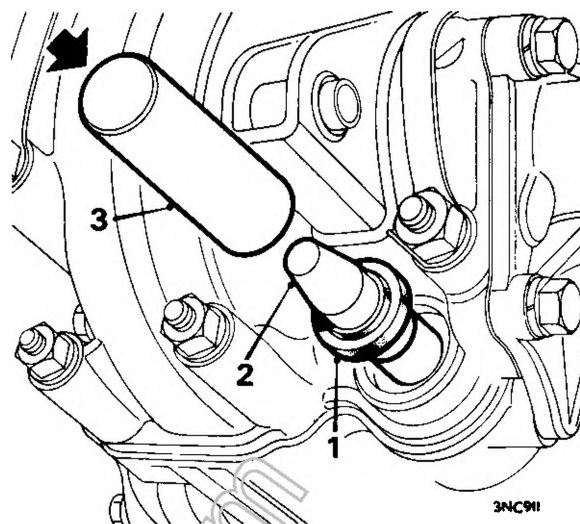

Fig. F.31
6. Imboccare il manicotto protettivo, attrezzo 18G 1238, sull'albero selezione marce. Fig. F.31.